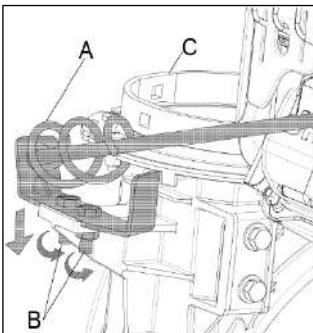

Рис. 5
5. Чтобы закрепить конец (В) троса управления крышкой желоба (Рис. 6), ослабьте две гайки (А) на конце троса (Рис. 6). Закрепите трос, как показано на Рис. 5, затяните гайки.
Прикрепите рычаг регулировки желоба спиральной частью (A) к седлу желоба (C) с помощью болтов и гаек (B), затяните гаечным ключом (рис.5). Убедитесь, что соединение надежно закреплено.